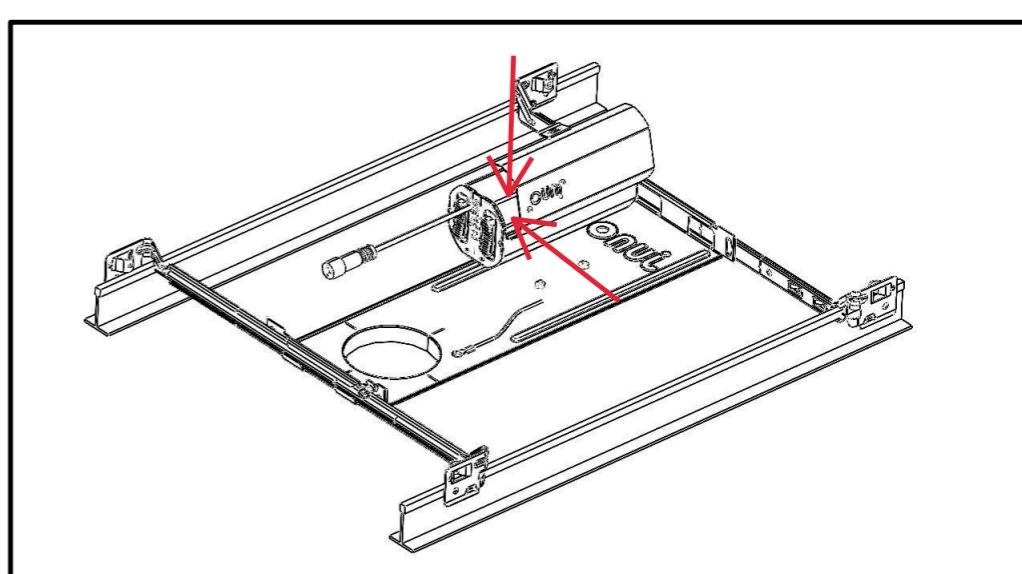

Figura 5
3. Conecte la caja de conexiones tipo oblea al marco alineando las ranuras tipo ojo de cerradura de la caja del controlador remoto con los tornillos del marco y deslizando la caja hacia abajo para asegurarla. Consulte la hoja de instrucciones de instalación del artefacto para conocer el método de cableado. (Consulte la Figura 5).